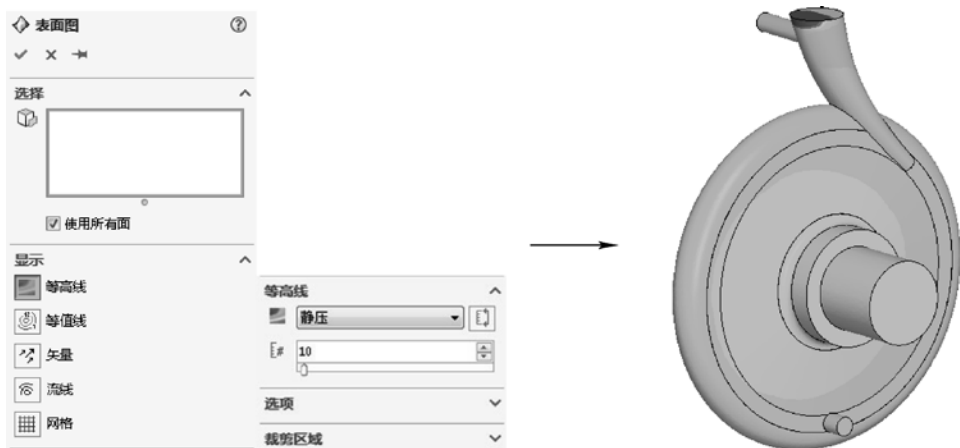

图 12-37 表面图静压效果
STEP 8 单击“Flow Simulation”选项卡中的“运行”按钮 , 执行“分析”命令。分析完成后右击项目树“结果”项下的“表面图”项，选择“插入”菜单命令，打开“表面图”属性管理器，选中“所有面”复选框，创建“表面图”，如图 12-37 所示。